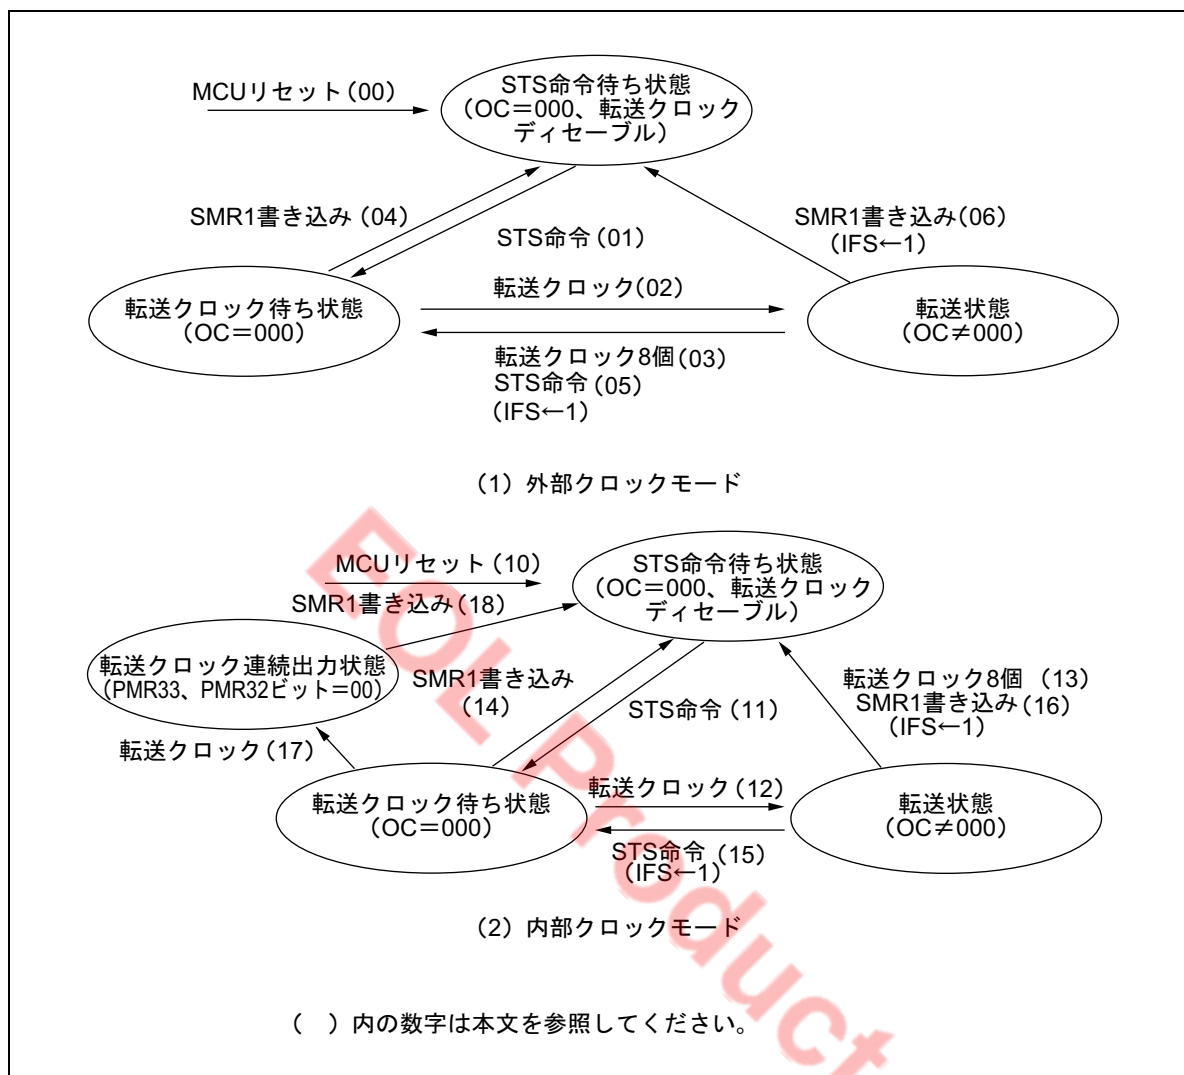

図 53 シリアルインタフェースの動作状態
シリアルインタフェースには、外部クロックモードおよび内部クロックモードともに、それぞれ図 53 に示す動作状態があります。
MCU のリセット (図 53 図中 (00)、(10)) により、シリアルインタフェースは STS 命令待ち状態になります。STS 命令待ち状態は、シリアルインタフェースの内部状態が初期設定された状態です。この状態で転送クロックが印加されても、シリアルインタフェースは動作しません。この状態で STS 命令 (01)、(11) が実行されると、転送クロック待ち状態に遷移します。